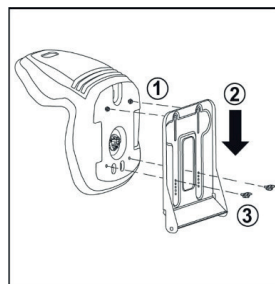

FIG.2A
2. ESCOLHA UM DOS CINCO ORIFÍCIOS NO ASSENTO E ROSQUEIE OS PARAFUSOS BORBOLETA (A) NOS ORIFÍCIOS. PRENDA-OS COM AS PORCAS BORBOLETA FORNECIDAS (B). VOCÊ PODE MOVER O ASSENTO PARA A POSIÇÃO DESEJADA S E L E C I O N A N D O U M DOS CINCO ORIFÍCIOS DIFERENTES. (FIG.2A)